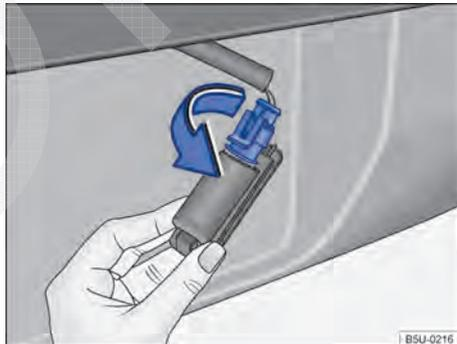

Fig. 209 Lanterna da placa de licença: remover o soquete da lâmpada.
3. Girar o soquete da lâmpada no sentido da seta → Fig. 209, e desencaixá-lo do alojamento.
7. Posicionar o soquete no alojamento e girar no sentido contrário ao da seta → Fig. 209.